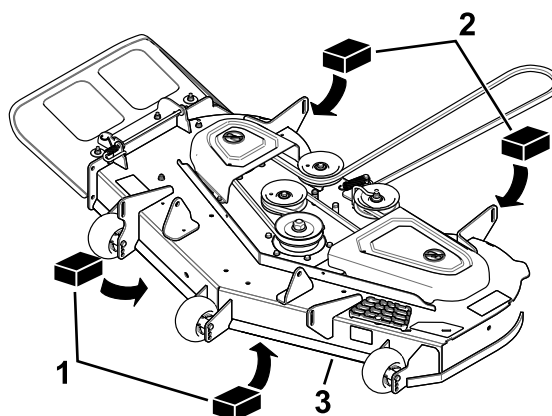

Figura 64
3. Coloque dos bloques de 6.6 cm (2 5/8") de grosor debajo de cada lado del borde delantero de la carcasa, pero no debajo de los soportes de los rodillos protectores del césped (Figura 64).
4. Coloque dos bloques de 7.3 cm (2 7/8") de grosor debajo del borde trasero del faldón de la carcasa de corte, uno en cada lado de la carcasa de corte (Figura 64).